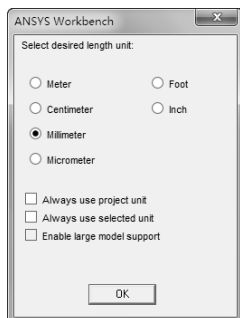

图 8-19 【ANSYS Workbench】对话框
3) 双击项目 A 中的 A2 栏的【Geometry】，此时会进入到 DesignModeler 界面，并弹出【ANSYS Workbench】对话框，选择【Millimeter】单选按钮设置 mm 单位，如图 8-19 所示。